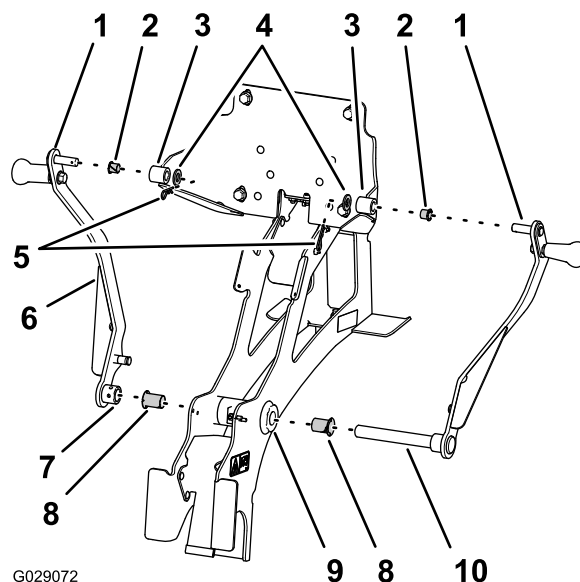

Рисунок 6
1. Вставьте фланцевые втулки (внутренний диаметр 3/4 дюйма) в каждый конец шарнирной трубы основной опорной рамы (Рисунок 6).
2. Вставьте фланцевые втулки (внутренний диаметр 1/2 дюйма) в левую и правую ступицы опорной пластины (Рисунок 6).
3. Присоедините нижний шарнирный палец правого рычага люльки, продев его через фланцевую втулку с правой стороны шарнирной трубы и шарнира (Рисунок 6).
4. Установите верхнюю ось поворота правого рычага люльки, вставив ее через правую ступицу опорной пластины (Рисунок 6).
5. Прикрепите верхнюю ось поворота к опорной пластине с помощью шайб (1/2 дюйма) и шплинта (Рисунок 6).
6. Установите ступицу левого рычага люльки на конец нижнего шарнирного пальца правого рычага люльки, который выступает влево от левой фланцевой втулки в шарнирной трубе (Рисунок 6).
- Установите верхнюю ось поворота левого рычага люльки, вставив ее через левую ступицу опорной пластины (Рисунок 6).
- Прикрепите верхнюю ось поворота левого рычага люльки к опорной пластине с помощью шайбы (1/2 дюйма) и шплинта (Рисунок 6).